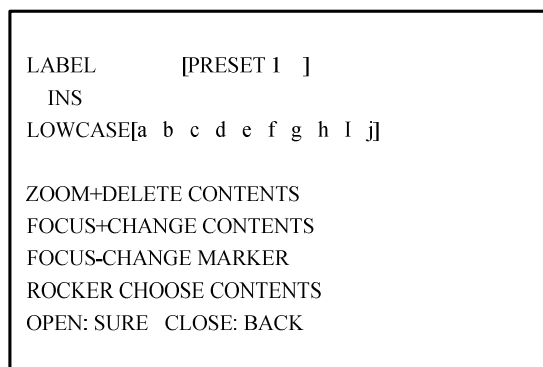

Figura 3.3.15
- Premere il pulsante FOCUS+ per commutare l'inserimento di numeri, lettere minuscole, lettere maiuscole e simboli. Fare riferimento alla Figura 3.3.15. Spostare il joystick a destra e sinistra per spostare il cursore di fianco al carattere selezionato e premere il pulsante FOCUS+ per selezionarlo.